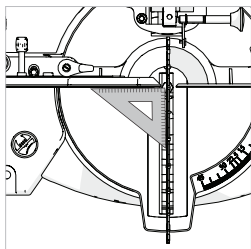

図13
- ・ 45度三角定規を図13のようにブレード面とベース面にあてます。(定規はTCTチップの凸面を避けてブレード面にぴたりとあててください。)ブレード面がターンベースに対して垂直(90度)でないときは調整が必要です。
- ・ 三角定規 (あるいは曲尺など) をガイドフェンス面とブレード面にあてて精度を点検します。(図13)